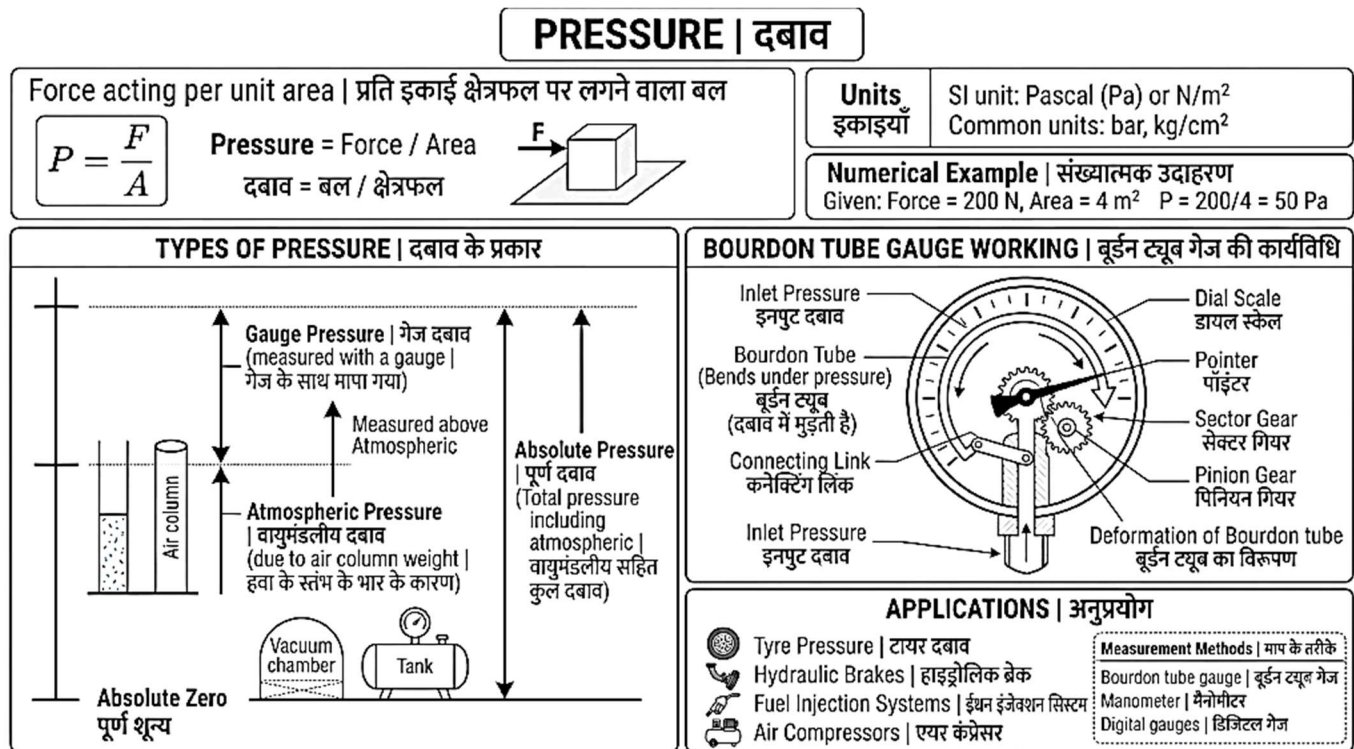

Fig. 5.2: Pressure, Types of Pressure and Bourdon Tube Gauge | दाब, दाब के प्रकार एवं बूर्डन ट्यूब गेज
5.2.1 Introduction (Fig.5.2)
5.2.1 परिचय (Fig.5.2)